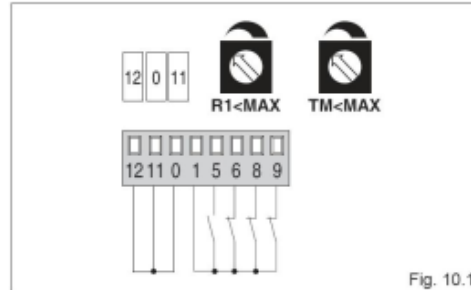

Fig. 10.1
- (Fig. 10.1) Az ajtószárny nekinyomódik a mechanikai végállásnak, és akadályra megáll.